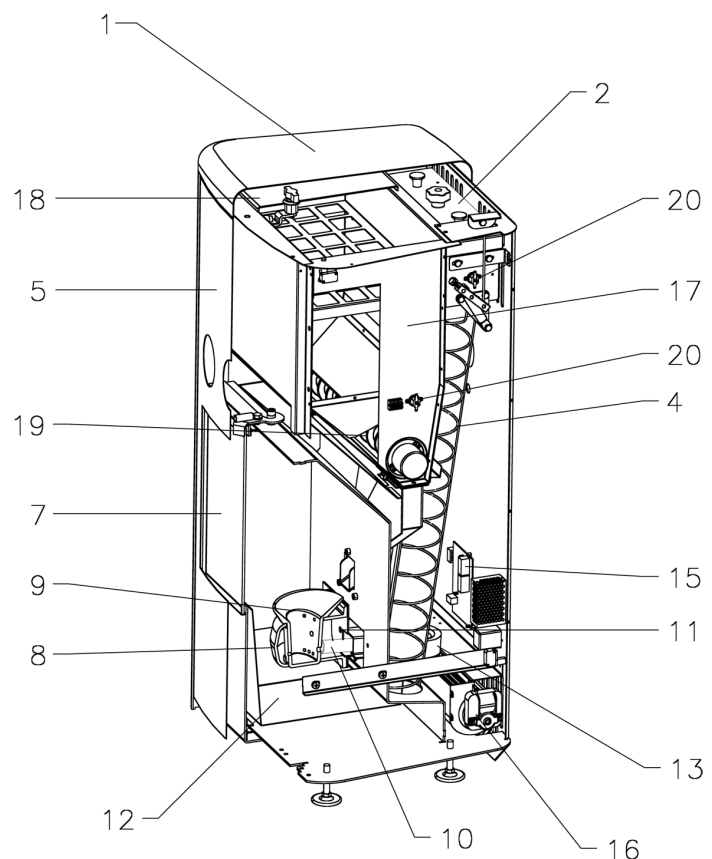

Fig. 1
1.2 Funktion (Fig. 1)
3. Två stycken termostater sitter placerade enligt avsnittet 1.2 Komponenter (fig 1). Om den maximalt tillåtna temperaturen överskrids stannar mataren, kaminen stänger av sig och displayen visar "Driftstopp". Larmet måste bekräftas med en knapptryckning. Glöm inte att åtgärda anledningen till driftstoppet.
4. En flamvakt sitter i brännaren (fig 1). Om lågan skulle slockna eller pellets matas in fortare än den hinner förbrännas och ingen låga indikeras under ca 3,5 minuter så stänger kaminen av sig och utropstecknet tänds samtidigt som "driftstopp" rullar i displayen.